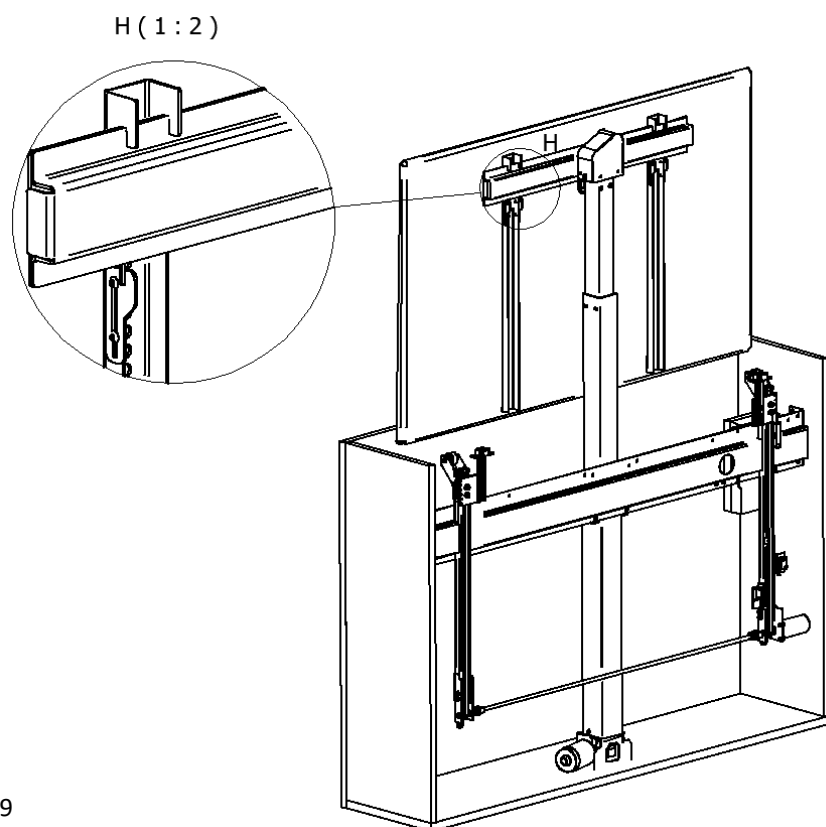

Fig.9
9. Zawieś TV z zamontowanymi belkami pionowymi na podnośniku (na belce poziomej) - Fig. 9